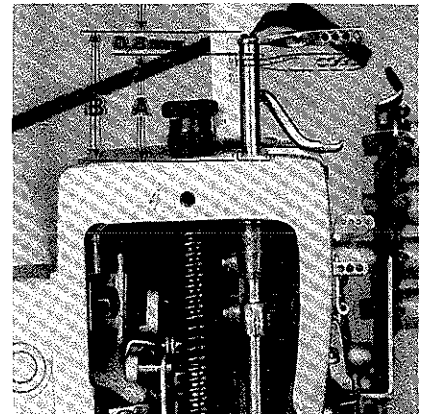
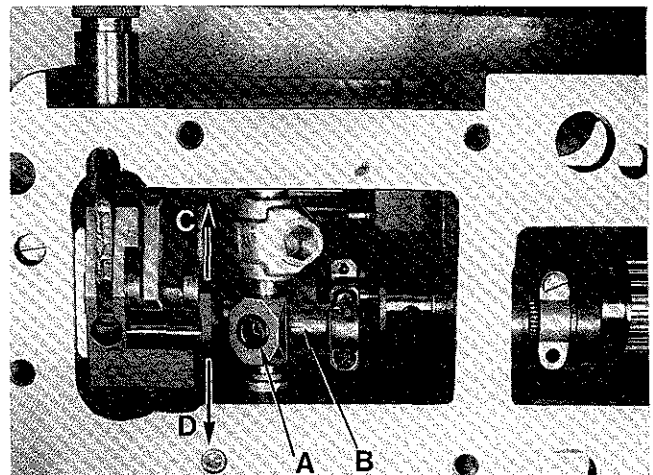

Fig. 67
Fig.68
3. Measure dimension "A", Fig. 67 with a slide rule and note it.
6. Measure dimension "B", Fig. 67.
The machine is synchronized correctly if dimension "B" is 0,8 - 1 mm (.032-.040 in.) larger than dimension "A" (see Fig. 67).
2. Loosen screw (A, Fig. 68).
3. If the difference between dimension "A" and dimension "B" (Fig. 67) is less than 0,8 - 1 mm (.032-.040 in.), lever (B, Fig. 68) must be moved in the direction of the arrow towards "D". If the difference is more than 0,8 - 1 mm (.032-.040 in.), lever (B) must be moved in the direction of the arrow towards "C".
3. Messen Sie mit einer Schiebellehre das Maß "A", Fig. 67 und merken Sie es sich.
6. Messen Sie das Maß "B", Fig. 67.
Ist das Maß "B" um 0,8 - 1 mm größer als das Maß "A", ist die Maschine richtig synchronisiert (siehe Fig. 67).
2. Lösen Sie die Schraube (A, Fig. 68).
3. Ist der Unterschied zwischen Maß "A" und Maß "B" (Fig. 67) kleiner als 0,8 - 1 mm muß der Hebel (B, Fig. 68) in Pfeilrichtung nach "D" verschoben werden. Ist der Unterschied größer als 0,8 - 1 mm muß der Hebel (B) in Pfeilrichtung nach "C" verschoben werden.